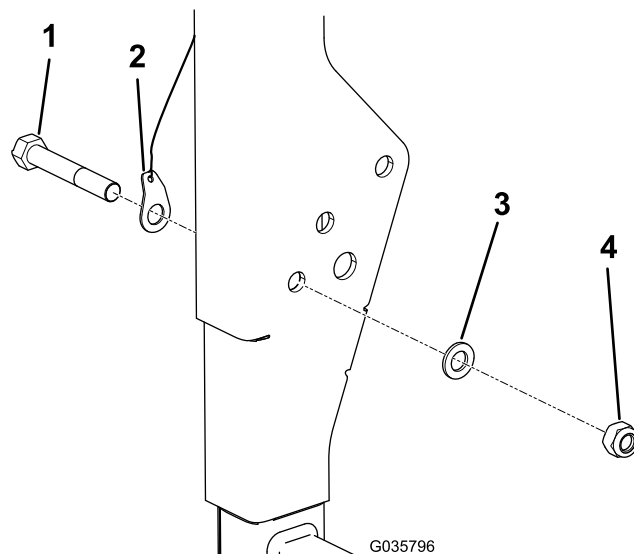

图1
2. 在计划安装套件的 ROPS 同侧，从 ROPS 上卸下螺母、螺栓和垫圈，并丢弃螺母和螺栓；请参阅图1。